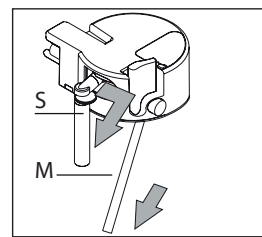
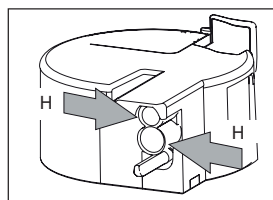
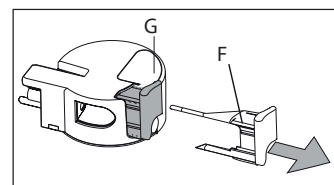

Рис. 45
Рис. 46
Рис. 47
- ▶ Снимите краник для молока и всасывающую трубку (Рис. 45).
- ▶ Снимите регулятор вспененности молока (F), потянув ее от себя.
- ▶ Тщательно промойте все компоненты горячей водой с использованием мягкого моющего средства. Убедитесь, что в отверстиях (Рис. 46) и канавке на тонкой стороне регулятора вспененности молока (Рис. 47) отсутствуют остатки молока.